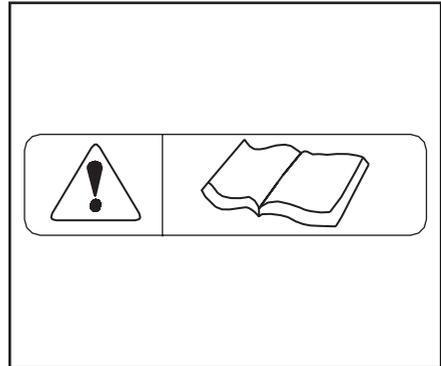

Abb. 2.25
28.1 Allgemeine Gefahr (Abb.2.25)